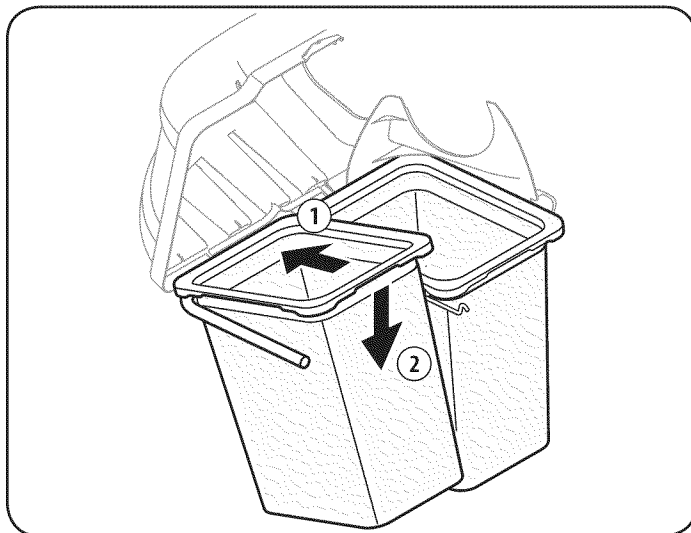

Figura 13
14. Instale ambos conjuntos de bolsas en las ménsulas de soporte de bolsa insertando primero el borde delantero, como se ve en 1 de la Figura 13, y bajando el borde posterior hasta que calce en el conjunto (2).